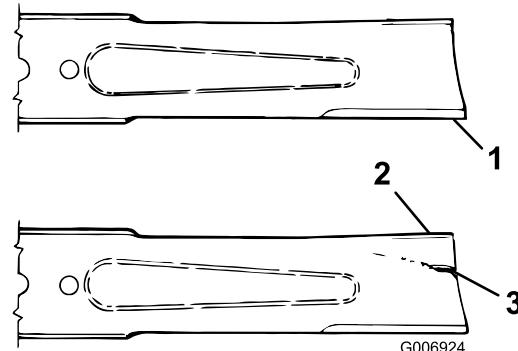

Figure 28
2. Examinez le tranchant des lames (Figure 28). Si elles ne sont pas tranchantes ou si présentent des indentations, déposez et affûtez les lames (voir Aiguillage des lames).
3. Inspectez les lames, surtout la partie relevée (Figure 28). Remplacez immédiatement toute lame endommagée, usée ou qui présente une entaille (Figure 28).